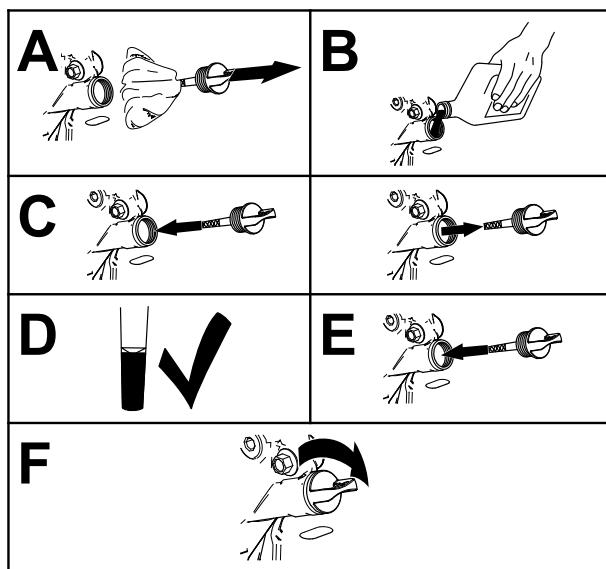

Figure 37
- Versez lentement environ 80 % de l'huile spécifiée dans le tube de remplissage, puis faites l'appoint lentement pour faire monter le niveau jusqu'au repère maximum (Full) (Figure 37).